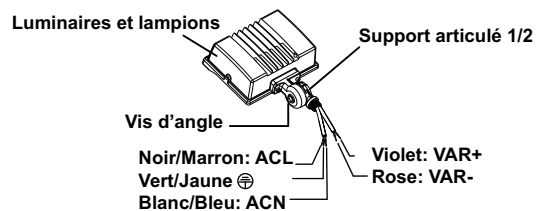

Fig. 1
- 2.) Connectez les fils d'entrée CA du support de montage aux fils d'alimentation électrique (**Fig. 1**).